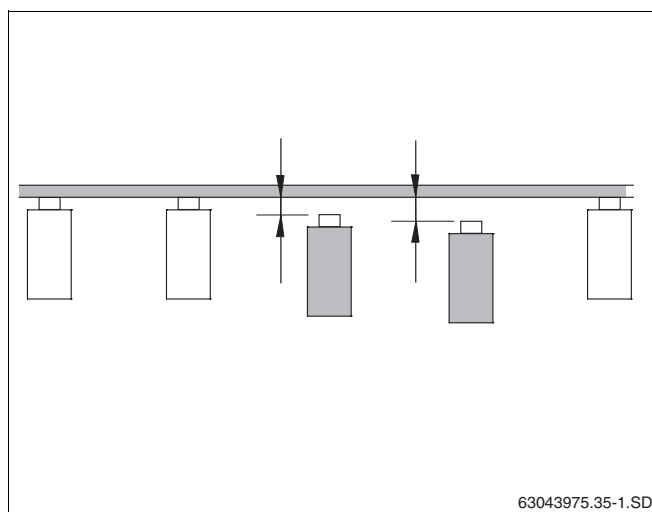

Fig. 12 Compensación de las diferencias de nivel en los cabrios
- ▶ Si existen diferencias de nivel en los cabrios, deberá compensarlas en el lugar de instalación (fig. 12).